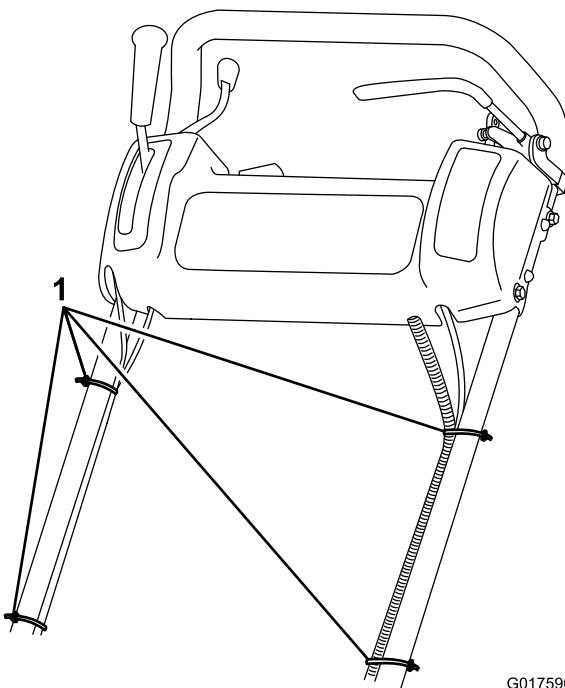

図 4
- ケーブルタイを使って、ケーブルとワイヤーハーネスをハンドルに固定する図 4。